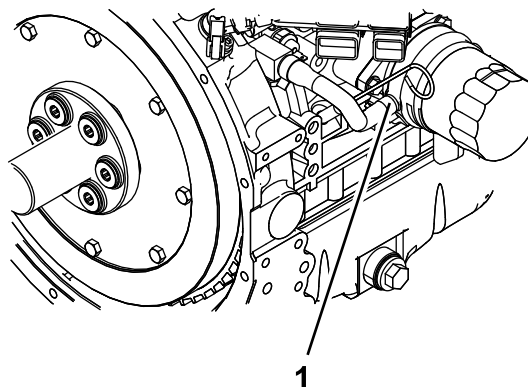

Figure 57
6. Débranchez le flexible de liquide de refroidissement du refroidisseur d'huile, et vidangez le liquide du bloc-moteur (Figure 57).